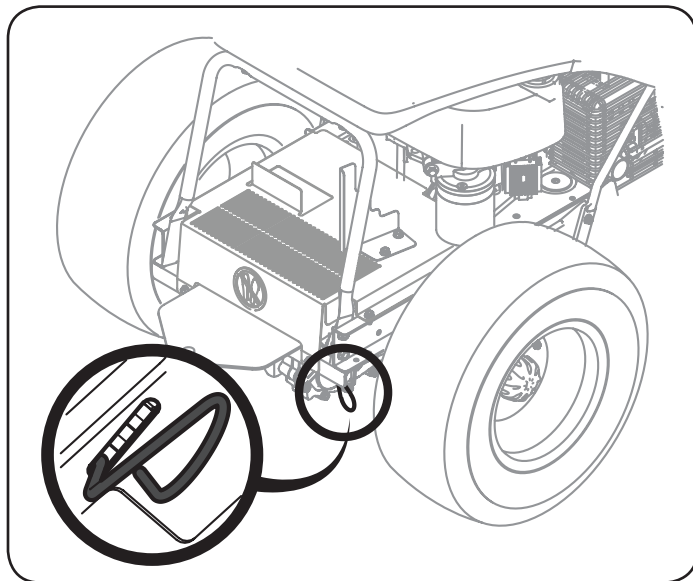

Figura 1
2. Suelte la varilla de derivación de la transmisión por levantándola y permitiéndole volver a su posición desenganchada después de mover manualmente el tractor. Vea la Figura 1.